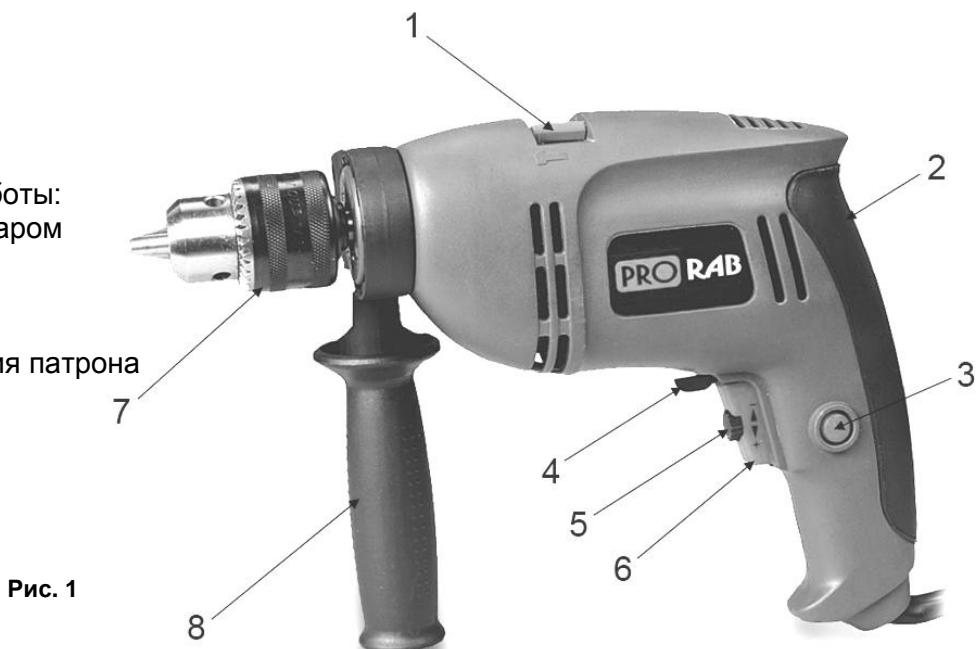

Рис. 1
- Установить необходимое направления вращения. Установите переключатель реверса (4)(См. Рис.1) в нужное направление вращения.
- Установить скорость вращения патрона дрели, поставив регулятор (5)(См. Рис.1) в нужное положение. Как правило, низкую скорость используют для свёрл большого диаметра, а высокую скорость - для меньшего диаметра.
- Вставьте ключ сверлильного патрона хвостовиком в одно из трех отверстий на корпусе патрона (7)(См. Рис.1) и ослабьте затяжку патрона, вращая ключ против часовой стрелки.
- Всегда устанавливайте дополнительную боковую рукоятку (8)(См. Рис.1) в целях безопасности и удобства работы.
- Чтобы включить дрель, нажмите на пусковую клавишу (6)(См. Рис.1). Чем сильнее давить на клавишу, тем больше будет частота вращения.
- Для выключения дрели: отпустите пусковую клавишу (6)(См. Рис.1).
- Если необходим непрерывный режим работы дрели, можно воспользоваться фиксатором пусковой кнопки (3)(См. Рис.1). Для этого при полностью нажатой пусковой клавише (6), нужно нажать кнопку фиксатора (4), после этого можно отпустить пусковую клавишу и кнопку фиксатора. Дрель будет работать.
- Чтобы выключить дрель, работающую в непрерывном режиме, нужно вновь нажать и отпустить пусковую клавишу (6)(См. Рис.1).
- Пользуясь колесом регулятора (5)(См. Рис.1), встроенным в кнопку пускового выключателя, можно установить требуемую скорость вращения патрона в диапазоне 0 – 3000 об/мин.
- Вы можете установить направление вращения патрона с помощью переключателя реверса (4)(См. Рис.1). Когда реверс (4)(См. Рис.1) находится в положении «вперед», то сверло вращается по часовой стрелке.
- Кнопка фиксации пуска (3)(С. Рис.1) позволяет поддерживать максимальную скорость вращения патрона без необходимости постоянного нажатия на клавишу пускового выключателя (6)(См. Рис.1).
- При нажатой пусковой клавише (6) нажмите кнопку фиксации (3)(См. Рис.1).
- Чтобы снять блокировку, достаточно еще раз нажать на пусковой выключатель (6)(См. Рис.1).
- Используя рукоятку переключателя режимов работы (1)(См. Рис.1) можно установить 2 режима работы дрели:
- Чтобы снять патрон (1)(См. Рис.1), раскройте его кулачки с помощью ключа. Удерживайте патрон крепко одной рукой, а другой, с помощью отвертки, отверните фиксирующий винт в патроне